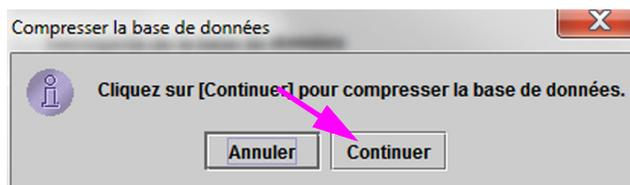

Figure 5-83. Boîte de dialogue de confirmation Compresser la base de données
2. Cliquez sur **Continuer** dans la fenêtre Gestion de la base de données. La boîte de dialogue de confirmation Compresser la base de données s'affiche. Voir Figure 5-83.